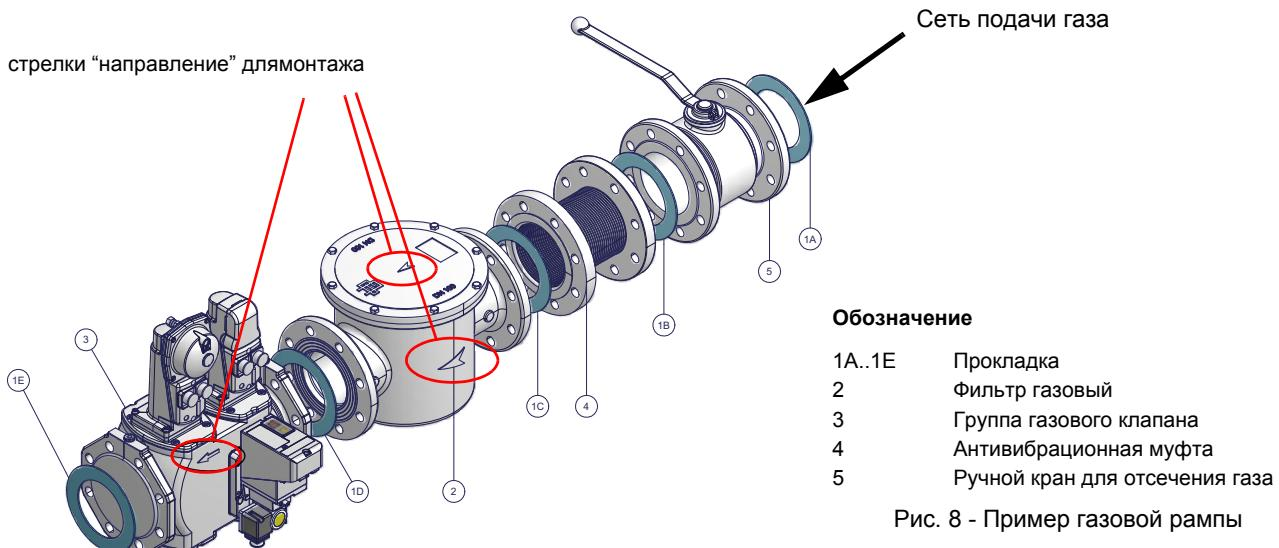

Рис. 8 - Пример газовой рампы
- 1) при фланцевых соединениях: между соседними компонентами устанавливать прокладку (1A..1E - Рис. 8), совместимую с используемым газом,
ВНИМАНИЕ: после монтажа газовой рампы согласно схеме на Рис. 8, необходимо провести тестирование на герметичность газового контура, согласно требований действующих нормативов.
ВНИМАНИЕ: *после монтажа газовой рампы согласно схеме на Рис. 8, необходимо провести тестирование на герметичность газового контура, согласно требований действующих нормативов.*